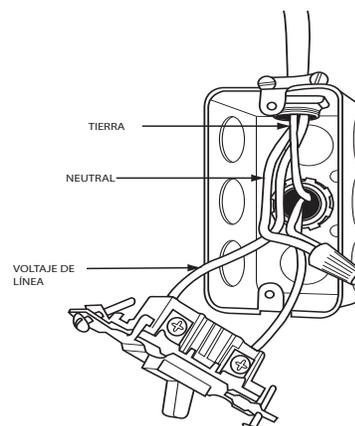

Fig. 27 – Caja eléctrica proporcionada en terreno en la carcasa de horno
12. Complete el cableado y la instalación de la caja eléctrica. Conecte los cables de tensión de línea. (Consulte la Fig. 27). Utilice las prácticas recomendadas (NEC en EE. UU. para bujes de cables, alivio de tensión, etc).